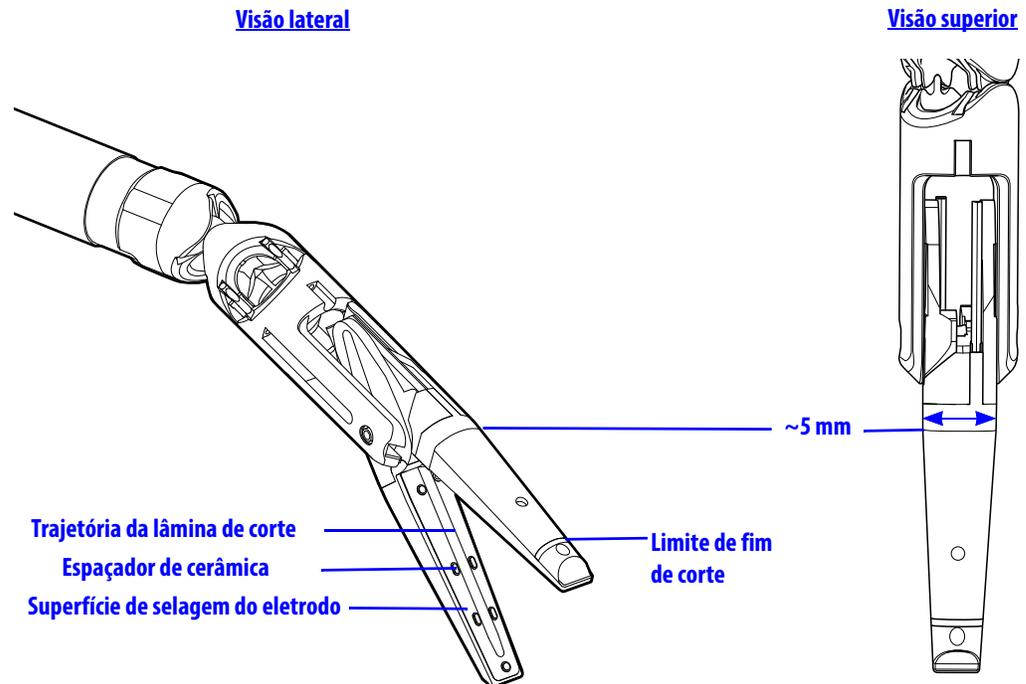

Figura 2.7 Mandíbula e Superfície do Eletrodo, visão lateral (esquerda) e visão superior (direita)
As linhas brancas na ponta do instrumento indicam o limite do fim de corte (transecção) e a superfície lisa do eletrodo indica o limite da selagem (Figura 2.7). A largura da mandíbula pode ser usada para estimar o tamanho do vaso. Para sua referência, a largura da mandíbula no local ilustrado na Figura 2.7 é de aproximadamente 5 mm de extensão.
1. Posicione as mandíbulas do instrumento em torno dos tecidos-alvo. Certifique-se de que as mandíbulas não estejam em contato com o tecido não alvo e que o tecido-alvo esteja dentro da superfície de selagem do eletrodo e do limite de fim de corte (ver Figura 2.7).
1. Feche o controle manual para agarrar apenas o tecido-alvo. A largura da mandíbula pode ser usada para estimar o tamanho do vaso. Para sua referência, a largura da mandíbula no local ilustrado na Figura 2.7 é de aproximadamente 5 mm de extensão.